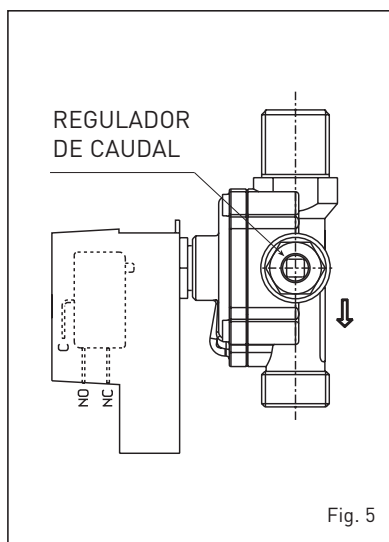

Fig. 5
2.2.2 Producción de agua sanitaria "DUETTO HE" (fig. 5)
Para regular el caudal de agua sanitaria accione en el regulador de caudal del presostato de agua (fig.5):